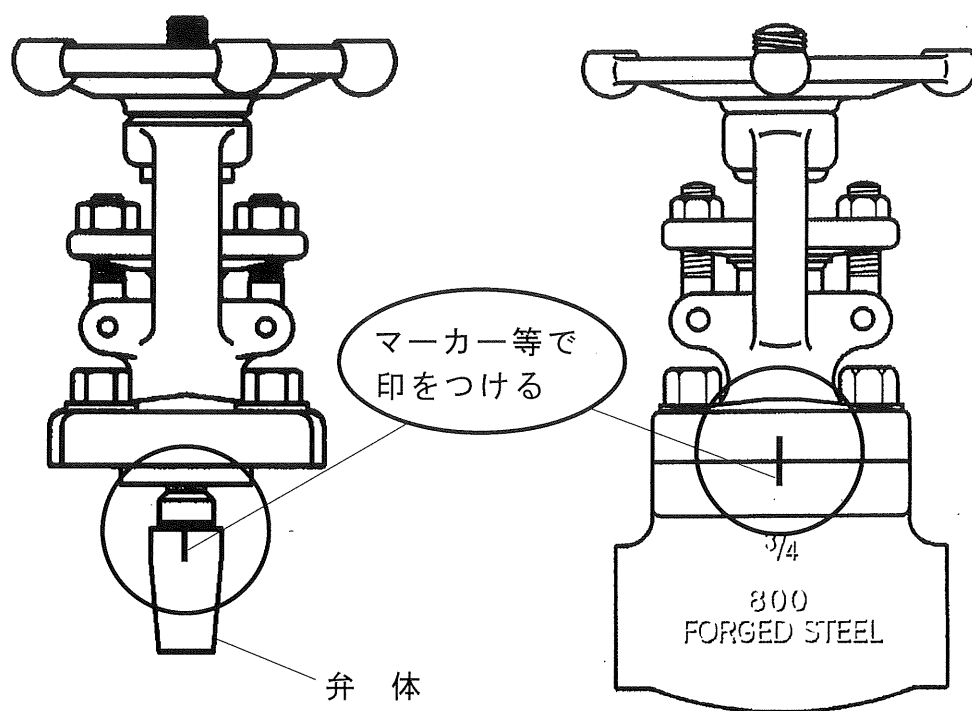

図 6.1 “合マーク” の仕方の例
- ふたボルトを緩めるまえに弁箱とふたをまたいでマーカ一等で図 6.1に示すとおり“合マーク”の印をしてください。組立てするとき、“合マーク”に合わせます。
- ① 全閉状態にあるバルブは、ハンドル車を反時計廻りに廻し、バルブを中間開度の状態にしてください。全閉状態にある仕切弁は、弁体とシートリングのシート面が完全に密着していますから、この状態では、以降の分解を難しくしますので、組立てたままの状態ですシート面が離れる状態までバルブを開くことにより分解しやすくなります。
- ② そのままの状態ですふたボルトを1本ずつ対角線上に取り外してください。もし、残圧がある場合は、この時点でシューという音と共に漏れがあります。この場合は、シューという音が消えるまで、一時放置して残圧が無くなるのを確認し、作業の安全を確保してから作業してください。
- ③ ふたフランジ部を軽打し、弁箱から弁体、弁棒及びふたを組立てた状態です取外し、ガスケットだけの交換の場合は、この状態でガスケットを弁箱から取り出し、新品と換えることができます。
- ④ 弁棒より弁体を取り外す場合は、シート面に傷がつかないように注意してください。仕切弁の弁体は、再組立のための図 6.1に示すとおり“合マーク”を印して入方向が判るようにはしておくことにより当たりの出ているシート面が合致して漏れを防止します。
- ふたボルトを緩めるまえに弁箱とふたをまたいでマーカ一等で図 6.1に示すとおりの“合マーク”の印をしてください。組立てするとき、“合マーク”に合わせます。
- ① 全閉状態にあるバルブは、ハンドル車を反時計廻りに廻し、バルブを中間開度の状態にしてください。
- ② そのままの状態ですたボルトを1本ずつ対角線上に取り外してください。もし、残圧がある場合は、この時点でシューという音と共に漏れがあります。この場合は、シューという音が消えるまで、一時放置して残圧が無くなるのを確認し、作業の安全を確保してから作業してください。
- ③ ふたフランジ部を軽打し、弁箱から弁体、弁棒及びふたを組立てたままの状態です外し、ガスケットだけの交換の場合は、この状態でガスケットを弁箱から取り出し、新品と換えることができます。
- ④ 弁棒より弁体を取り外します。
- ⑤ 弁棒の底部をホルダー（万力等）で支えます。
- ⑥ ハンドル押え用ナット、ワッシャーを取り外します。
- ⑦ ハンドル車を取り外します。
- ⑧ グランドボルトナットを両方とも取り外し、グランドフランジを上方に当てててルーズにします。
- ⑨ そのままの状態ですたを反時計廻りに廻しながら上方に引き抜きます。
- 弁箱、ふたボルトを緩めるまえに弁箱とふたをまたいでマーカ一等で図 6.1に示すとおり“合マーク”の印をしてください。組立てするとき、“合マーク”に合わせます。
- ① そのままの状態ですたボルトを 1 本ずつ対角線上に取り外してください。もし、残圧がある場合は、この時点でシューという音と共に漏れがあります。この場合は、シューという音が消えるまで、一時放置して残圧が無くなるのを確認し、作業の安全を確保してから作業してください。
- ② ふたを取り外してください。この状態でガスケットを交換することができます。
- ③ 弁箱より弁体を取り出します。